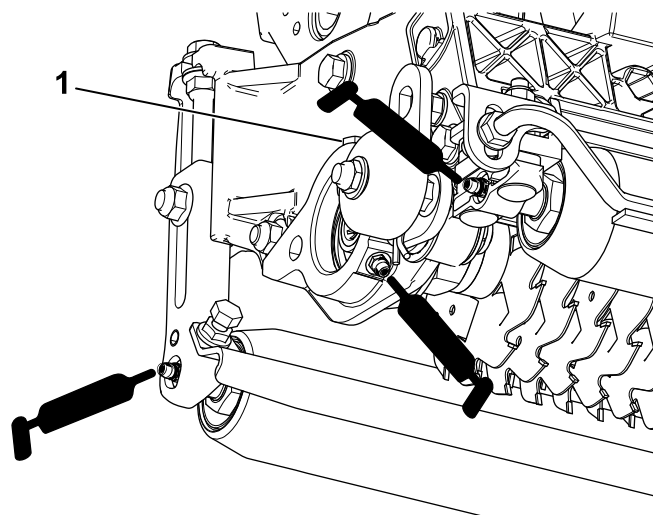

Figura 16
Cada unidad de verticorte tiene 5 engrasadores (Figura 16) que deben ser lubricados semanalmente con grasa de litio N° 2.
2. Aplique grasa hasta que salga grasa limpia de las juntas del rodillo y de la válvula de alivio del cojinete (Figura 16).